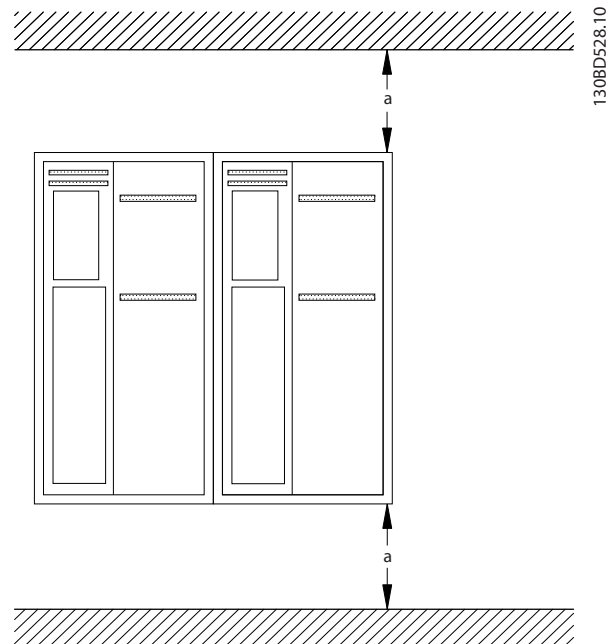

図 3.2 上部及び下部の冷却用空きスペース
- 上部と下部に冷却用空きスペースを確保してください。空きスペースの要件については、図 3.2 を参照してください。